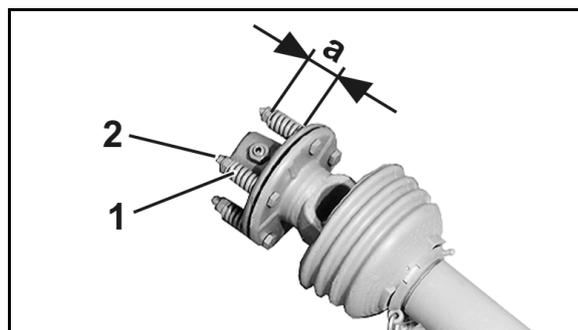

图 75
2. 拧开螺母（图 75/2），消除弹簧（图 75/1）拉力。